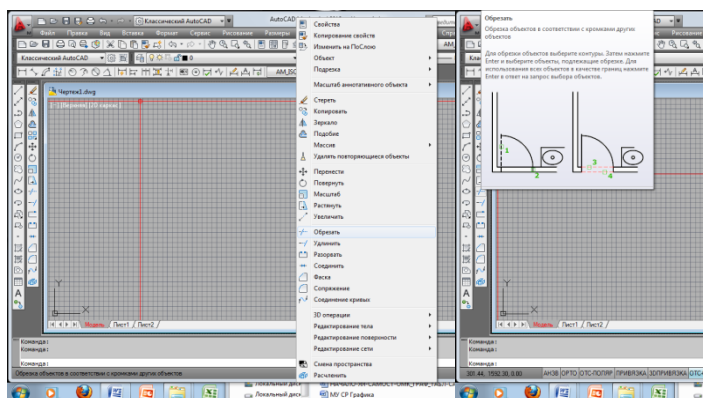

Рисунок 2.43-команда «Обрезать»
- щелчком мыши по кнопке  на панели инструментов «Редактирование», из строки меню «Редактировать» - «Обрезать» (рисунок 2.43).